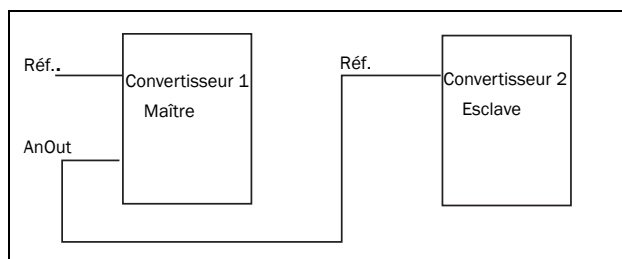

Fig. 123
- signal de référence pour le convertisseur suivant dans une configuration Maître/Esclave (voir la Fig. 123).